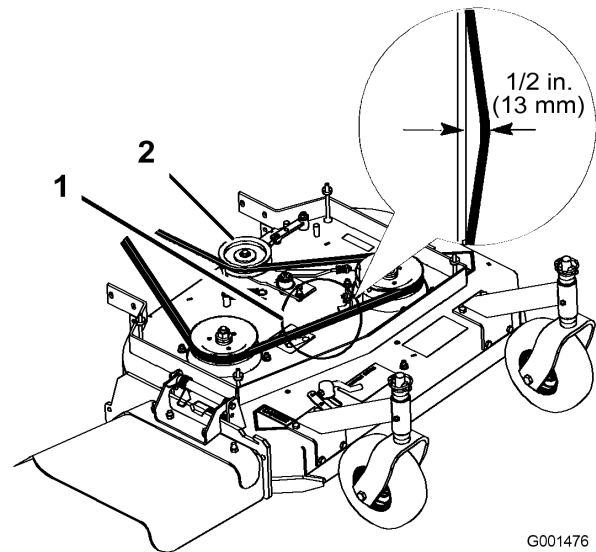

Figura 48
4. Retire la polea tensora y la correa desgastada (Figura 48).
Nota: La tensión correcta de la correa del cortacésped es de 44-67 N (10-15 lbf.) con la correa desviada 13 mm (1/2 pulg.) en el punto intermedio entre las poleas (Figura 48).